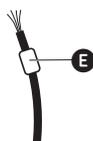

Fig. 5 Espaciador de plástico
- 7 Coloque un espaciador de plástico **E** en el extremo de la cuerda (Fig. 5) y presiónelo suavemente en posición en la membrana.